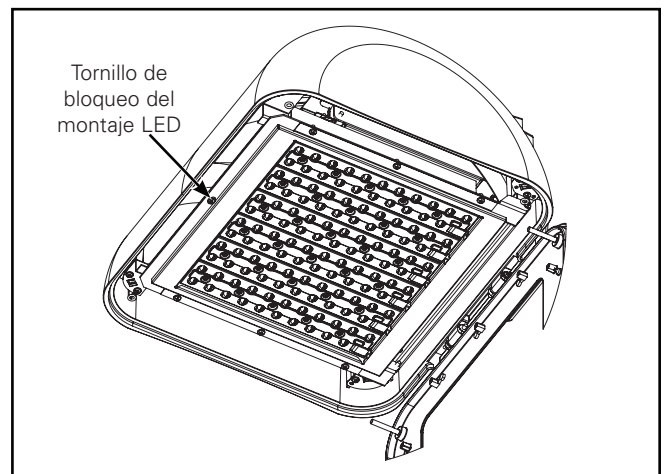
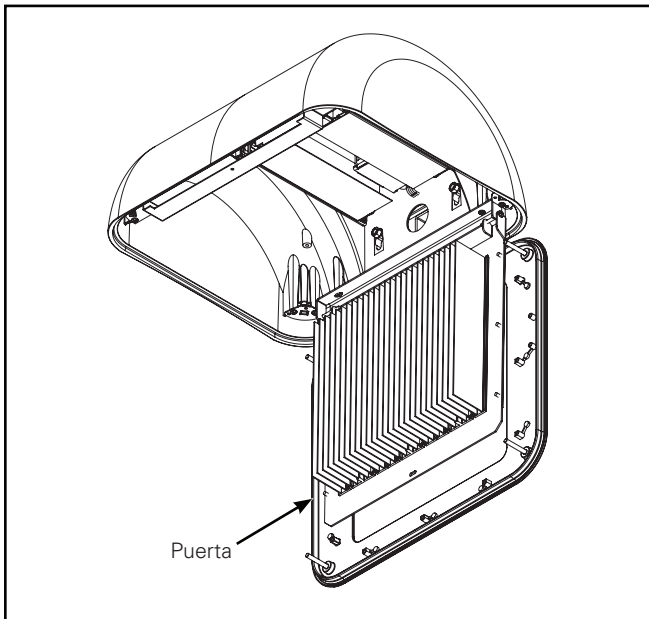

Figura 8.
Figura 9.
6. Desenrosque el tornillo de bloqueo # 10-24 para desenganchar y girar el ensamblaje de LED hacia un lado y fuera del camino. (Figura 8 y Figura 9).